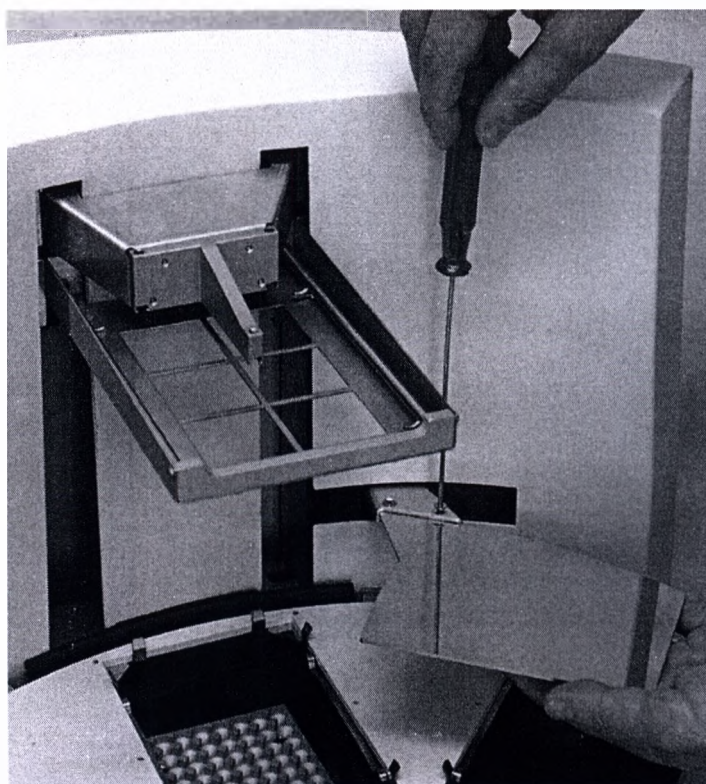
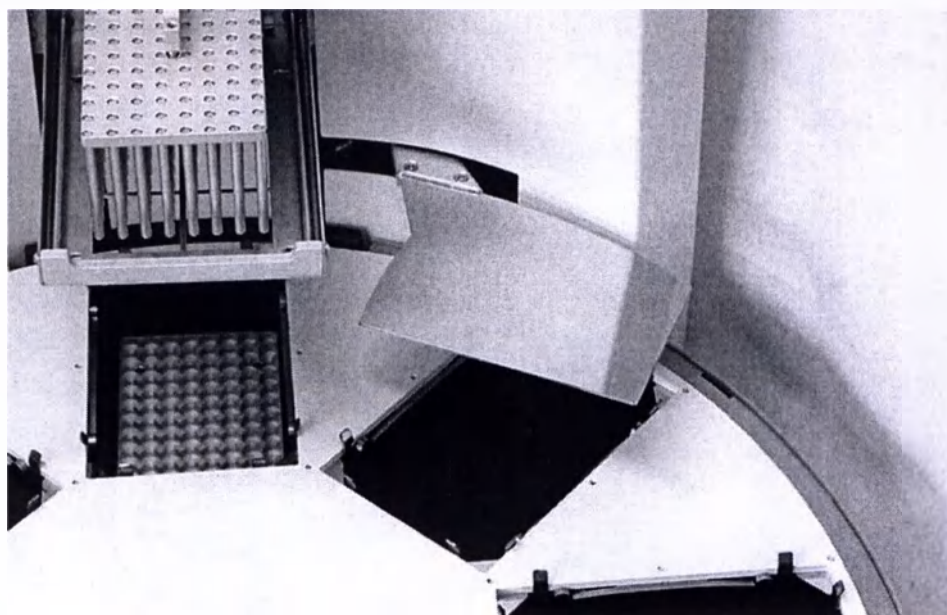

Рис. 5.13 Установка/снятие защитного экрана
Рис. 5.14 Установленный защитный экран
3. При фиксации двух крепежных винтов (Рис. 5.13) следует соблюдать осторожность и не допускать их попадания внутрь инструмента. На Рис. 5.14 показан установленный защитный экран.